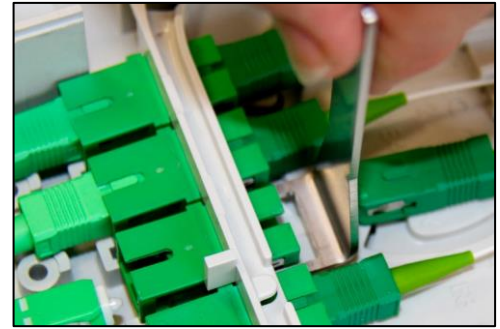

Abb. 31 Kupplungsentriegler (nicht im Lieferumfang)
- Entnehmen der Kupplung (**Abb. 31**) nach unten.